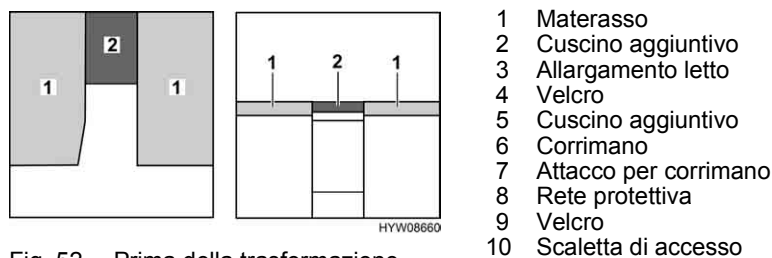

Fig. 52 Prima della trasformazione
- Rimuovere il cuscino aggiuntivo (Fig. 52,2) e riporlo.